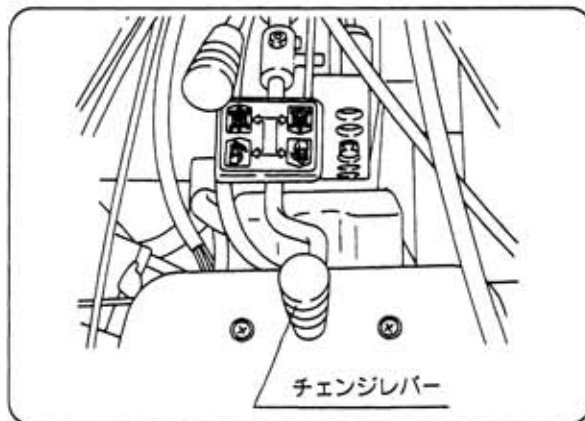

図16
- ① 低速の「前進後進」（低速）のチェンジの切換は主クラッチを切らなくても切換操作が出来ます。（図16）